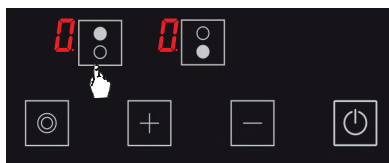

Figure 9
**2.** Appuyez sur la touche de sélection de la plaque de cuisson pertinente une fois. L'icône **0** s'affiche quand vous la touchez pour la première fois. (Voir Fig. 9)